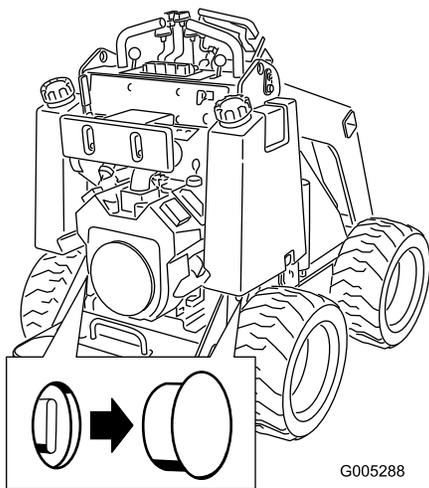

Рисунок 11
- Снимите заглушки, закрывающие клапаны буксировочного устройства, расположенные под каждым топливным баком (Рисунок 11).